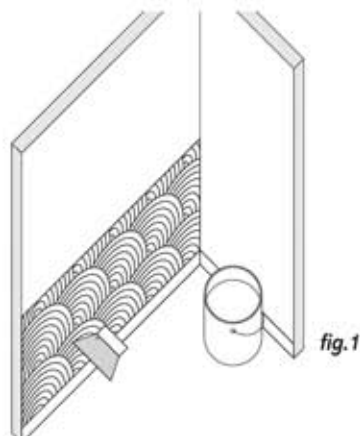

fig.1
- Poser les panneaux contre leurs murs respectifs et vérifier l'équerrage par rapport aux baguettes, aux plinthes ou au sol (fig. 1).
- Répartir la colle sur toute la surface du mur préalablement délimitée (fig.1). Il est plus pratique d'appliquer la colle sur le mur plutôt que sur le panneau dans un environnement chantier et cela évite le dépôt de poussière sur la colle pendant la phase de gommage.